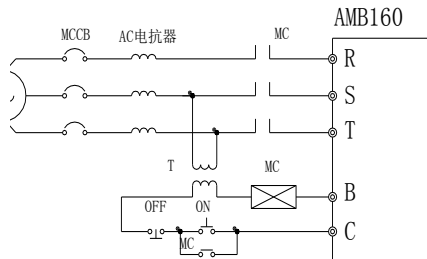

图 3-4 接入输入断路器
- ① MCCB 的容量应为变频器额定电流的 1.5~2 倍。
- ② MCCB 的时间特性要满足变频器的过载保护（150%的额定电流/1 分钟、180%的额定电流/2 秒钟）特性。
- ③ MCCB 与两台以上变频器或其他设备共用时，可按图 3-4 连接，将变频器故障输出继电器的触点接入电源接触器将输入电源断开。